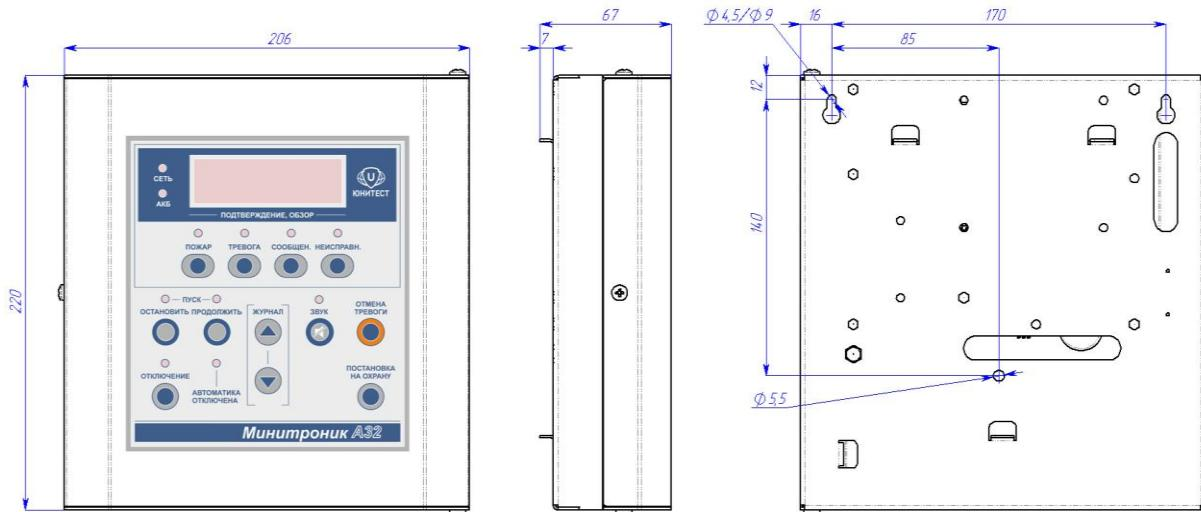

Рис.2. Габаритный чертеж и установочные размеры АПКП.
5.1.1. АПКП состоит из корпуса с открывающейся передней панелью и системной платы, к которой с помощью разъемов подключена плата индикации. Габаритные и установочные размеры АПКП показаны на рис.2.